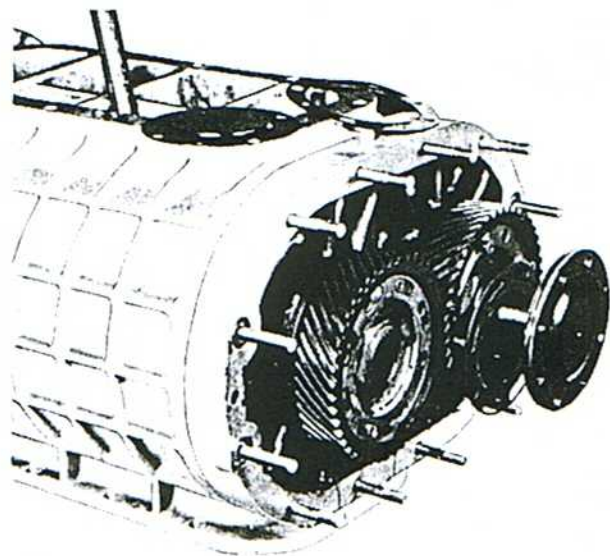

Fig. 5 - Forma de quitar el eje flotante.
5. Empleando un quitapasadores de $5/16$ " -24 del juego de quitapasadores 8225989, quítense los pasadores del eje flotante para dejar libre, así el engranaje. Golpéese ligeramente el extremo con chavetero del eje flotante, para poder quitar el eje tal como se indica en la fig. 5.